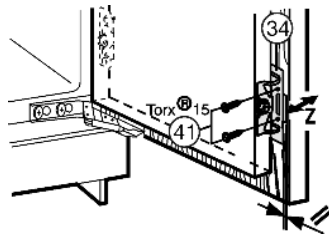

Fig. 28
Cornière de fixation: Fig. 28 (34) Veiller à l'affleurement des deux arêtes métalliques; symbole // :
- Visser la porte de l'appareil sur la porte du meuble à l'aide de vis Fig. 28 (41) au travers des cornières de fixation Fig. 28 (34).